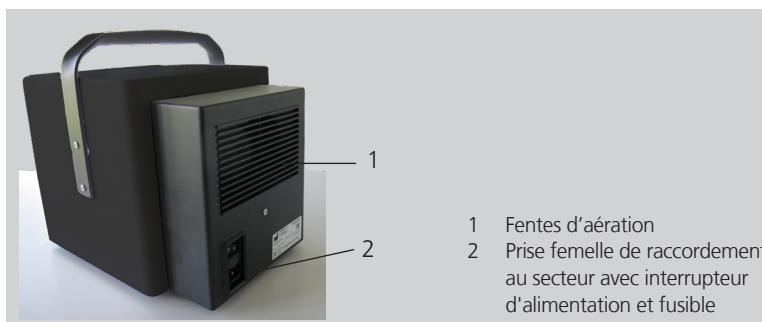

Fig. 3-2 Face arrière du Intelect RPW Lite
- Branchez le câble d'alimentation à la prise femelle de raccordement au secteur située à l'arrière de l'appareil, à gauche (voir Fig. 3-2).
- Mettez l'appareil de commande sous tension en appuyant sur l'interrupteur d'alimentation situé sur sa face arrière (voir Fig. 3-2/2). Son utilisation se fait via l'écran tactile.